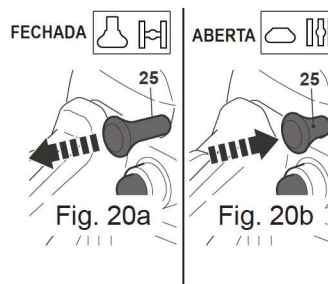

Fig. 20a
1. Ao puxar completamente a alavanca do estrangulador (25) (Fig. 20a), o estrangulador fica na posição CLOSE (FECHADA), e o acelerador fica em estado de prontidão.